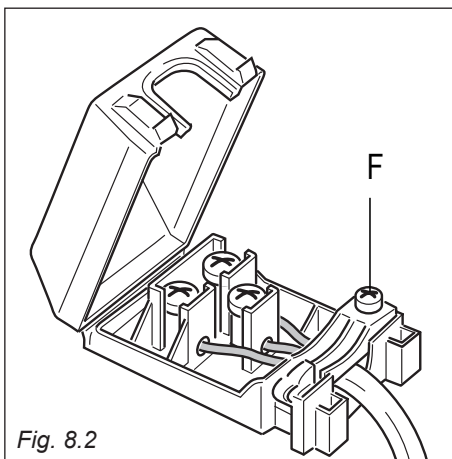

Fig. 8.2
- Aprire il fissacavo svitando la vite "F", svitare le viti dei morsetti e togliere il cavo (fig. 8.2).